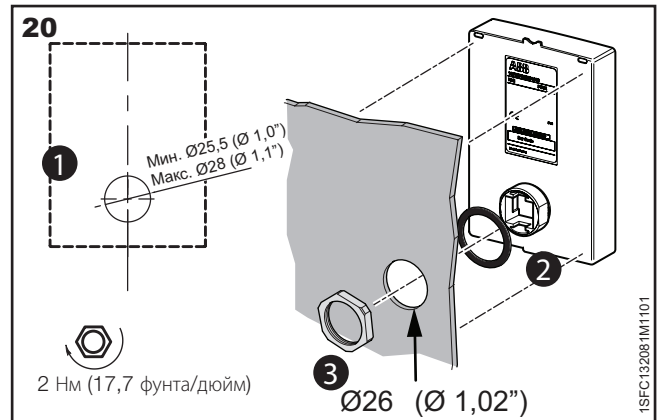

Рис. 20. Сверление отверстия для съемной клавиатуры
1. Отсоедините съемную панель управления от устройства плавного пуска, открыв пластмассовый фиксатор под съемной панелью управления; см. **1** и **2** на **рис. 20**.
2. Просверлите отверстие в месте установки съемной панели управления. Максимальный размер отверстия составляет $\varnothing 26$ мм ($\varnothing 1,02$ дюйма), см. **1** на **рис. 20**. Наденьте резиновое уплотнение на резьбовое соединение сетевого разъема на съемной панели управления, см. **2** на **рис. 20**.
См. **3** на **рис. 20**. Затяните пластмассовую винтовую гайку на резьбовом сетевом разъеме с усилием 2 Нм (17,7 фунта/дюйм).